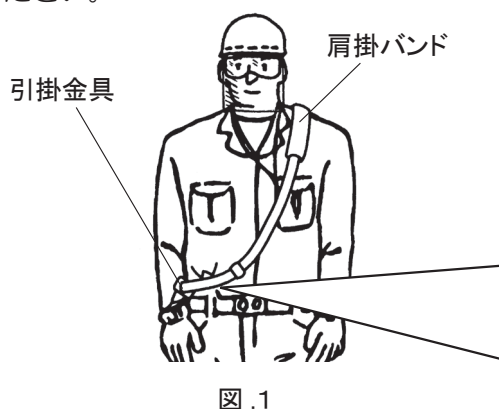

図.1
- ① 肩掛バンドは消耗品です。切れ、ほつれ、損傷などがないことを確認し、図.1のように装着してください。